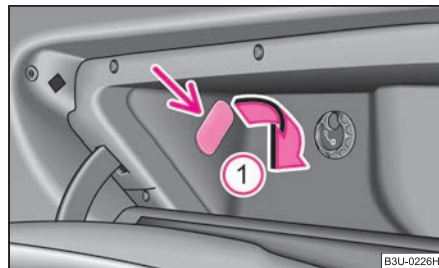

Fig. 209 Scomparto portaoggetti: Illuminazione
- Introdurre un cacciavite piccolo nella fessura accanto alla luce ⇒ fig. 209 ed estrarre con cautela la luce nel senso indicato dalla freccia ①.